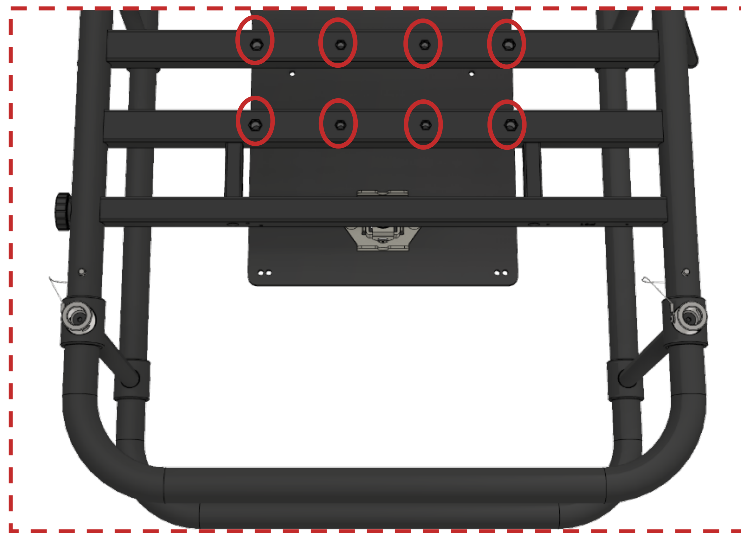
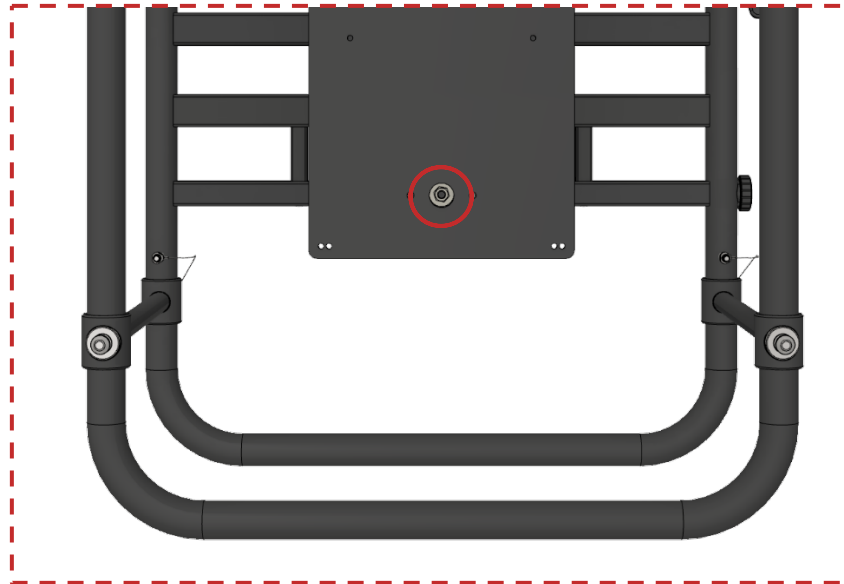

Abbildung 17 Kontrolle der Montagegewinde an der Unterseite
Abbildung 19 Mutter auf der mittleren Oberseite, die mit rotem Wachs versiegelt ist
- Vor und nach jeder Installation müssen die **M8- und M10-Montagelöcher** (siehe rote Markierung in Abbildung 17) sorgfältig überprüft werden, da sie während der Installation des Aufhängezubehörs beschädigt werden können.
- Auf die drei Schrauben und Muttern auf den beiden obigen Bildern (Abbildung 17 und Abbildung 19) ist rotes Siegelwachs aufgetragen, um sicherzustellen, dass die Muttern immer in derselben Position sind und niemand versucht sie festzuziehen oder zu lösen.
Bis auf die drei im vorigen Abschnitt beschriebenen Muttern (siehe Abbildung 17 und Abbildung 19) kontrollieren Sie bitte mit entsprechendem Werkzeug, dass alle anderen Schrauben fest angezogen sind.